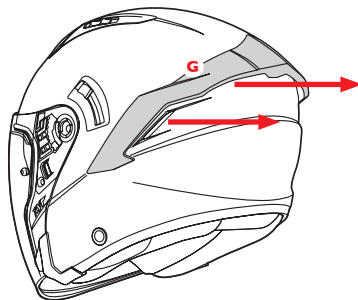

FIGURA 4
- Figura 4: Far scorrere i cursori verso l'estremità anteriore, in tal modo le prese d'aria saranno completamente chiuse.
ESTRAZIONE PRESA D'ARIA POSTERIORE — G — Figura 4